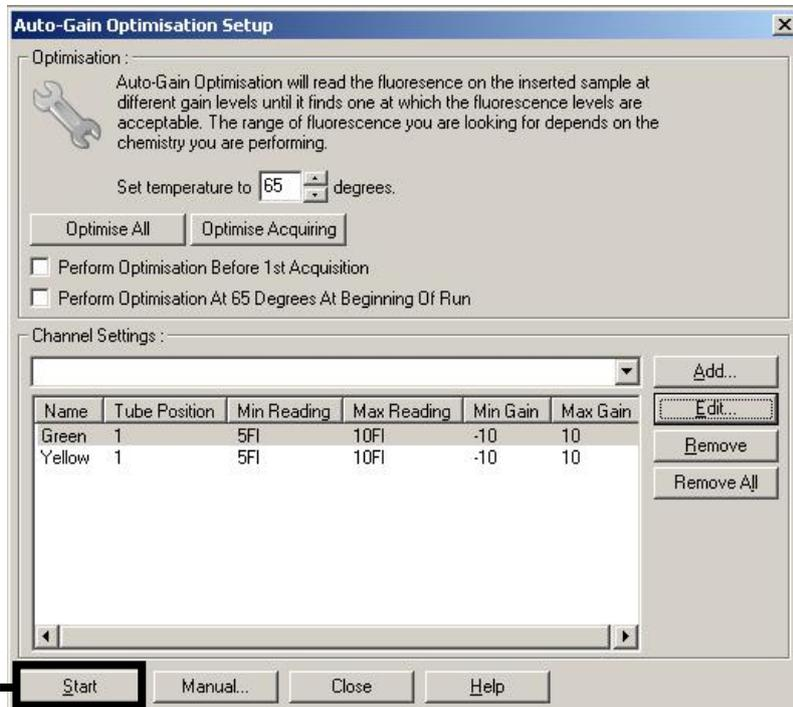

Figura 3. Iniciar a otimização de ganho.
3. Clique em "**Start**" (Iniciar) para iniciar a otimização de ganho para o primeiro ensaio *artus* (Figura 3).